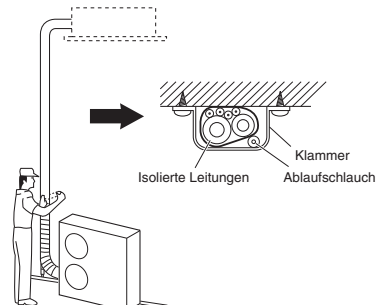

Abb. 5-8
- Die gebündelten Leitungen an der Wand befestigen, wobei im Abstand von ungefähr einem Meter jeweils eine Halterung zu verwenden ist. (Abb. 5-8)